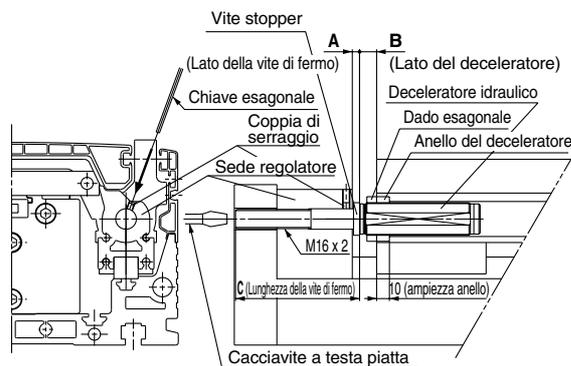

Figura 1. Sezione max. regolazione corsa
1. Come si mostra nella Figura 1, per regolare la vite di fermo entro i limiti del campo di regolazione A, inserire una chiave esagonale dall'alto e allentare la brugola di un giro, quindi regolare la vite di fermo con un cacciavite a testa piatta.